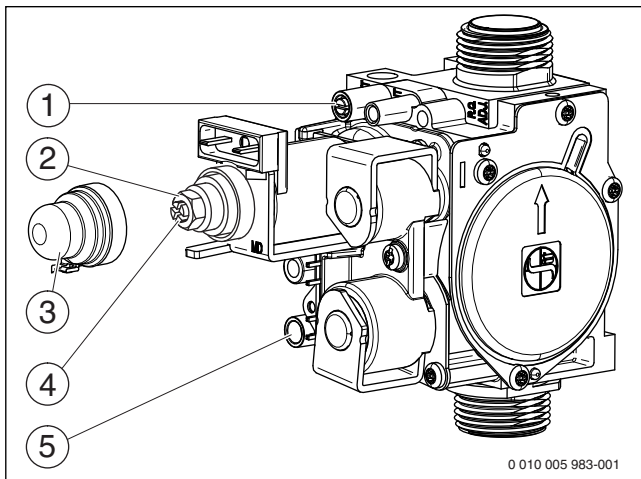

Рис. 31 Газовая арматура
- ▶ Отверните уплотнительный винт штуцера измерения давления на форсунках (рис. 31, [1]) и подсоедините U-образный манометр.
- ▶ Снимите крышку (рис. 31, [3]).
- ▶ Значение «тах» давления (мбар) на форсунках приведено в таб. на стр. 38. Установите давление на форсунках регулировочным винтом максимального расхода газа (рис. 31, [2]). Поворот направо - больше газа, поворот налево - меньше газа.
- ▶ Значение «тiп» давления (мбар) на форсунках приведено в таб. на стр. 38. Установите давление на форсунках регулировочным винтом минимального расхода газа (рис. 31, [4]).
- ▶ Выключите котёл и закройте газовый кран, отсоедините U-образный манометр и заверните уплотнительный винт (рис. 31, [1]).
- ▶ Отверните уплотнительный винт на штуцере измерения подаваемого давления газа (рис. 31, [5]) и подсоедините манометр.
- ▶ Установите и опломбируйте крышку (рис. 31, [3]).
- ▶ Снимите заглушку с измерительного штуцера дымовых газов (→ рис. 31, [1]).